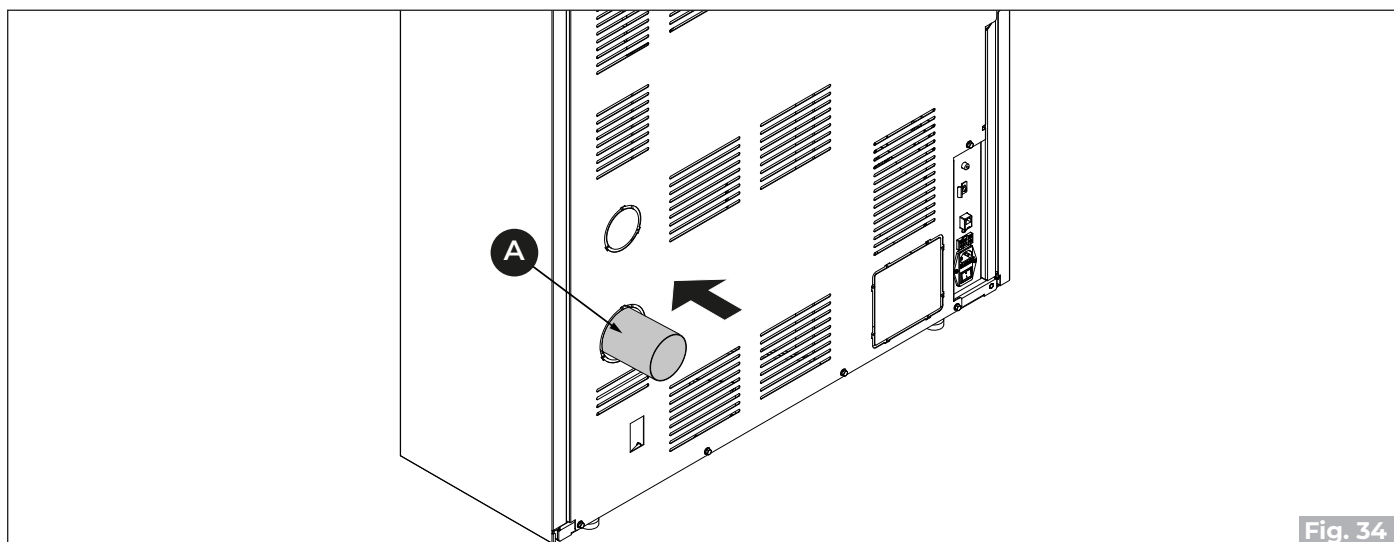

Fig. 34
- Spojite odvodnu cijev za dimne plinove **(A)** ("Fig. 34").